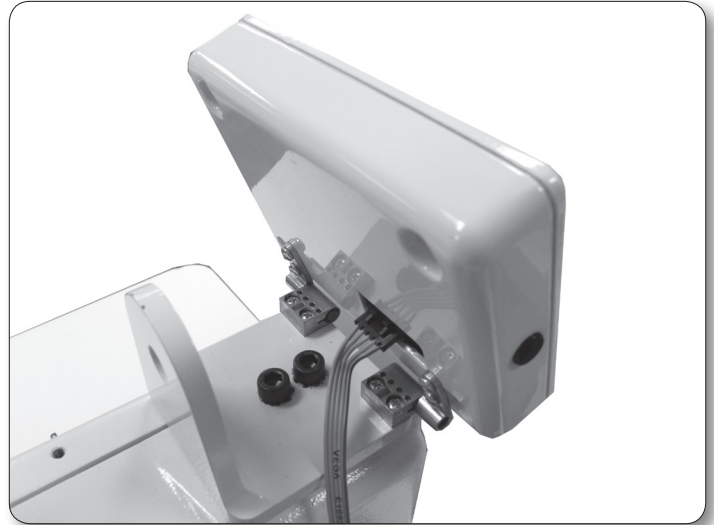

Abb. 6
Der Farb-Touchscreen wird vorinstalliert auf einem Befestigungswinkel geliefert, dabei sollte das eine Ende des Kabels an der Rückseite des Bildschirms befestigt sein (siehe Abb. 6).
4. Die zwei Langschrauben mit den Sternscheiben in die Bohrungen am Befestigungswinkel einsetzen und an der Maschine (Abb. 6) mittels Inbusschlüssel 5 mm festschrauben.